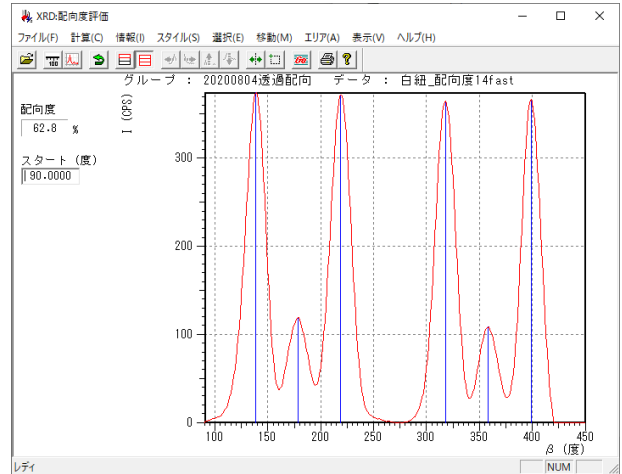

図3 配向度計算ソフトウェアによる配向度計算結果 (ピーク①)
ピーク①について、配向度計算ソフトウェアでの計算結果を図3に示します。同様に、ピーク①～④の配向度計算結果を表4に示します。